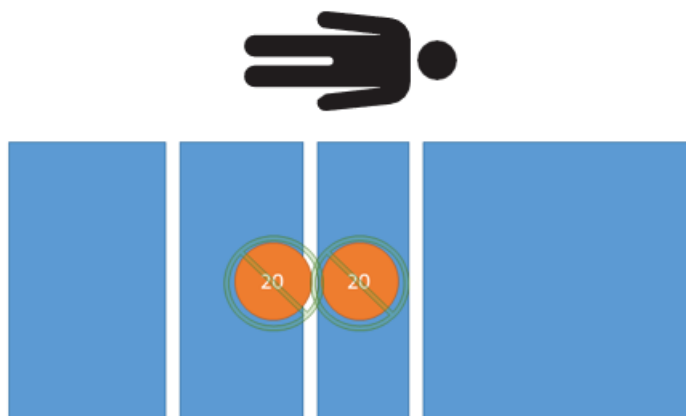

Figura 27 – Ensaio de tara - 0 kg líquidos
1. Utilizando pesos calibrados, coloque 40 kg no produto (Figura 27).
12. Utilizando pesos calibrados, coloque 0 kg no produto (Figura 27).